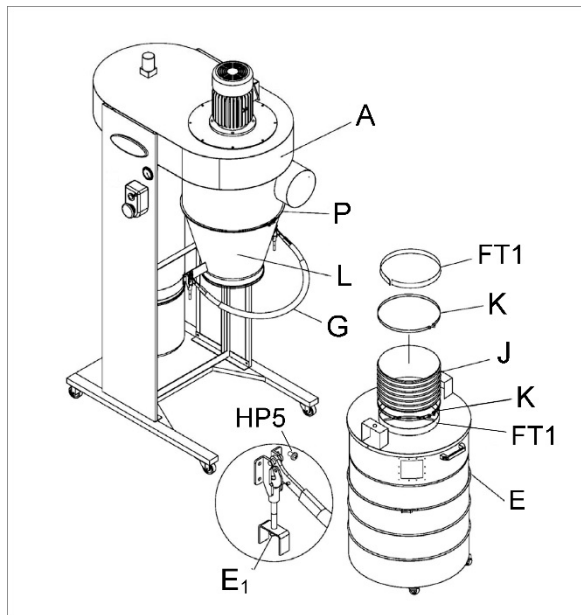

Рисунок 8
9. Установите конус (L, Рис. 8) на основной узел (A) и закрепите его хомутом конуса (P). Затяните винт на хомуте.
10. Приклейте полосу поролоновой ленты шириной 30 мм (FT1) вокруг конуса (L) чуть выше нижней кромки.
11. Приклейте полосу пенопластовой ленты шириной 30 мм (FT1) вокруг фланца крышки барабана (E).
12. Установите шланг (J) на конус и крышку барабана с помощью хомутов (K).
13. Установите быстросъемную ручку (G) на фланцы конуса с помощью винтов с цилиндрической головкой (HP5).
14. Прикрепите быстросъемную ручку к крышке барабана (E) с помощью гаек (E₁).